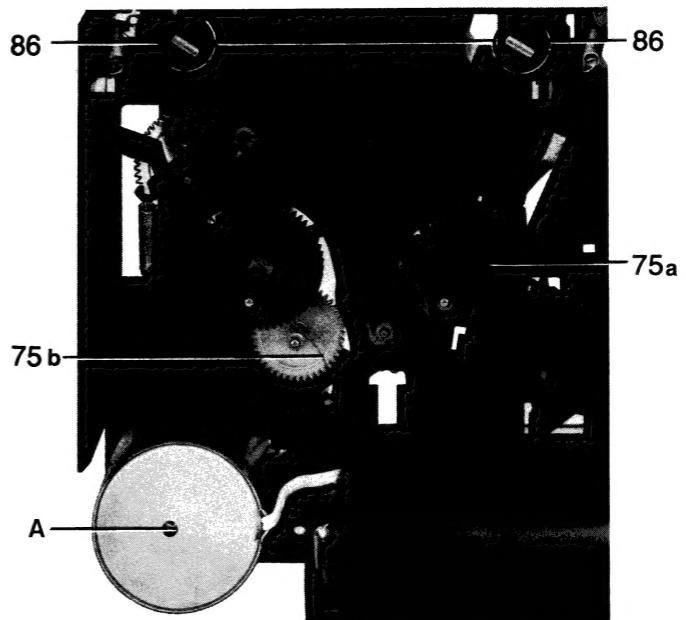

Bild 5
- Bei Wiedereinbau auf 2 Lagernadeln **86** (Bild 5) achten und daß die Nase der Start-Taste in den Schlitten **87** greift.
Wird dieser Wert nicht erreicht, ist die Grundbremsfeder 75b (Bild 5) zu wechseln. Dazu den Kopfschlitten 87 ausbauen.
Wird dieser Wert nicht erreicht, ist die Grundbremsfeder 75a (Bild 5) zu wechseln. Dazu den Kopfschlitten 87 ausbauen.
- Nachzustellen mit Regler A (Bild 5) im Motorbaustein.